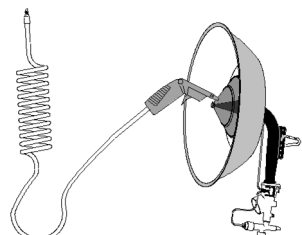
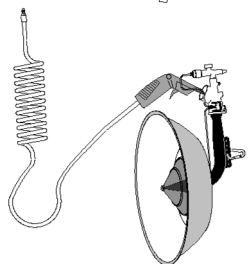

Fig. 14
Fig. 15
a) Limpieza con aire (Fig. 14 y Fig. 15)
- Colocar el radiador de forma vertical con la conexión de gas hacia abajo, y proyecte el aire comprimido por toda la superficie del cono exterior dirigiendo el chorro de aire hacia el cono interno (Fig. 14).
Déle la vuelta al equipo y sople el aire comprimido a través de la abertura de entrada de aire. (Fig. 15).
a) Cleaning with air (Fig. 14 and Fig. 15)
- Place the radiator vertically with the gas connection facing downward and blast the compressed air over the entire surface of the outer cone: aiming the air jet towards the inner cone (Fig. 14).
Turn the system over and blast the compressed air through the air inlet opening (Fig. 15).
a) Nettoyage à l'air (Fig. 14 et Fig. 15)
- Disposer le radiant verticalement, le raccordement au gaz vers le bas, et projeter de l'air comprimé sur toute la surface du cône extérieur en orientant le jet d'air vers le cône interne (Fig. 14).
Retourner l'équipement et soufflez de l'air comprimé à travers l'ouverture d'entrée d'air (Fig. 15).